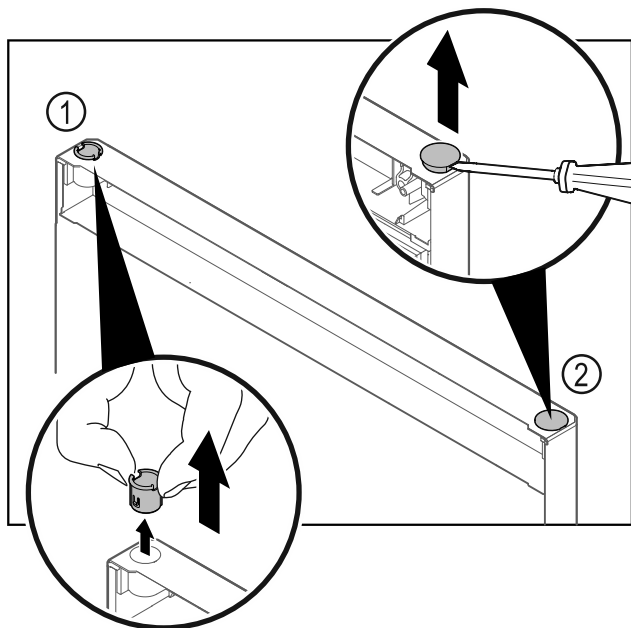

Fig. 34 Drzwi zamrażarki
- ▶ Wyjąć palcami tuleję zawiasu Fig. 34 (1).
- ▶ Zatyczkę osłonki Fig. 34 (2) ostrożnie podważyć przy pomocy śrubokręta płaskiego i wyjąć.